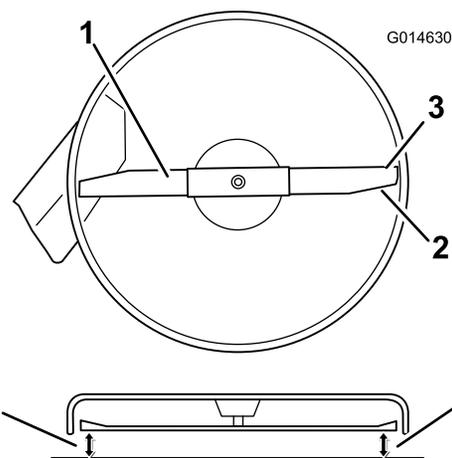

Figura 49
4. Gire cuidadosamente las cuchillas hasta que estén todas orientadas lateralmente (Figura 49).
5. Mida entre los bordes de corte exteriores y la superficie plana (Figura 49). Si hay una diferencia de más de 5 mm (3/16 pulgada) entre ambas dimensiones, se requiere un ajuste; siga con este procedimiento.